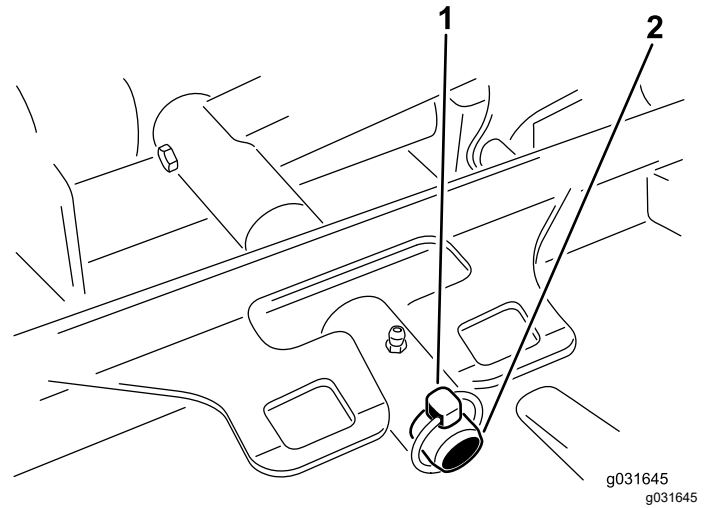

图 69
3. 卸下将滚刀组承载架固定至提升臂枢轴销的保险销或锁紧螺母 图 69。
3. 将滚刀组承载架滑到提升臂枢轴销上并用保险销或锁紧螺母固定 图 69。